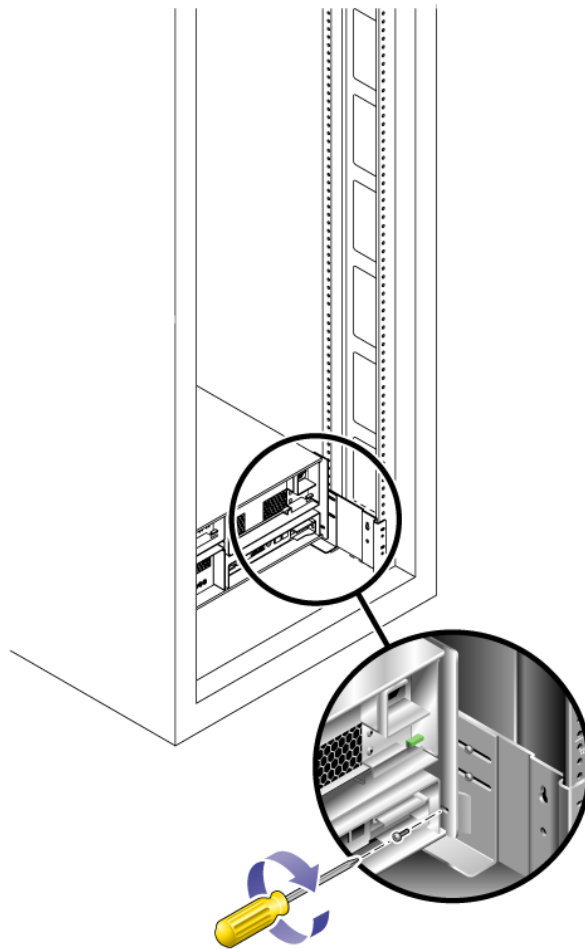

FIGURE 2-33 Fixation du plateau à l'arrière du rail de l'armoire
4. **Installez et serrez la vis 6-32 sur chaque côté de l'arrière du plateau pour fixer le plateau à l'armoire** (voir FIGURE 2-33).